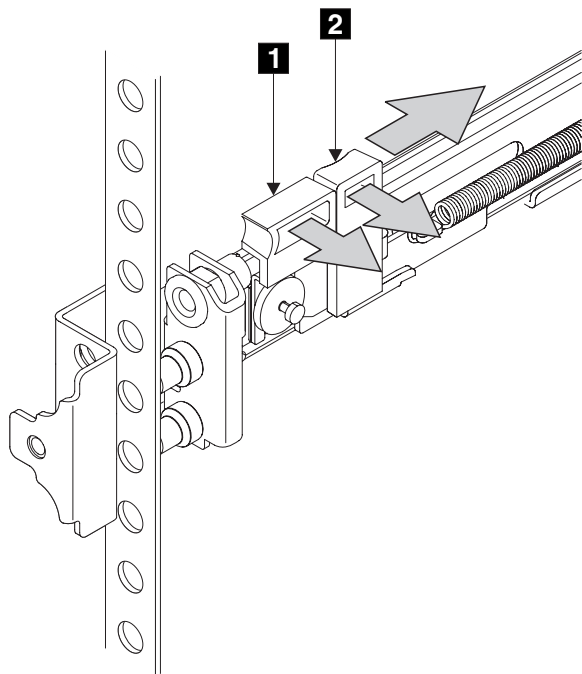

図 46. SAN ポリウム・コントローラー用左方サポート・レール
2. 図 46 に示すように、左手の人さし指をラッチ・レバー **2** の後端に置き、左手の親指をラッチ・ロック **1** の前端に置きます。